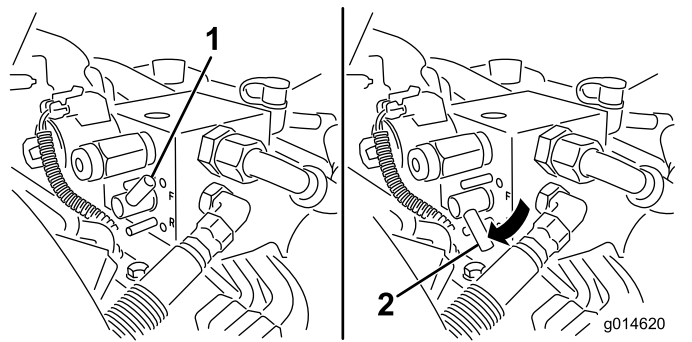

Figure 53
5. Tournez le levier de rodage à la position de rotation arrière (R) (Figure 53).